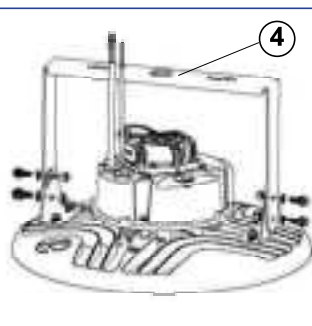

Figure 4
2.4 Una vez instalada la ménsula de montaje (4) en superficie, alinee las patas verticales de las bases (1) de montaje con la ménsula de montaje y fíjelas a la ménsula con los tornillos hexagonales y las arandelas de seguridad suministrados (consulte la Fig. 4).